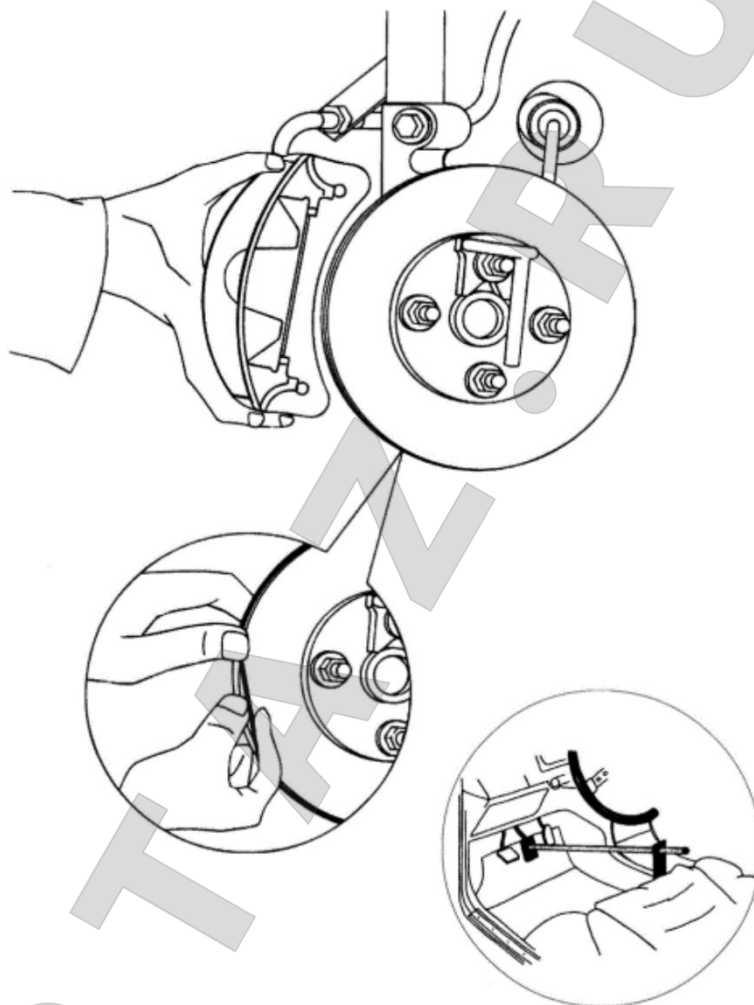

Рисунок 33
**7.9.6** Удалите резиновый успокоитель из тормозного диска (рис. 33).
**7.9.16** Установите приспособление для зажима педали тормоза, чтобы заблокировать диск (рис. 33).